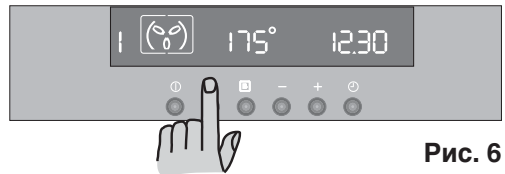

Рис. 6
- 1) Включите духовой шкаф, нажав кнопку ①.
- 2) Нажмите кнопку □, для того чтобы выбрать нужный режим духового шкафа. При каждом нажатии кнопки □ символ приготовления будет появляться на дисплее, а соответствующий номер функции высветится слева от символа функции приготовления, выбранного в настоящее время (Рис. 6).